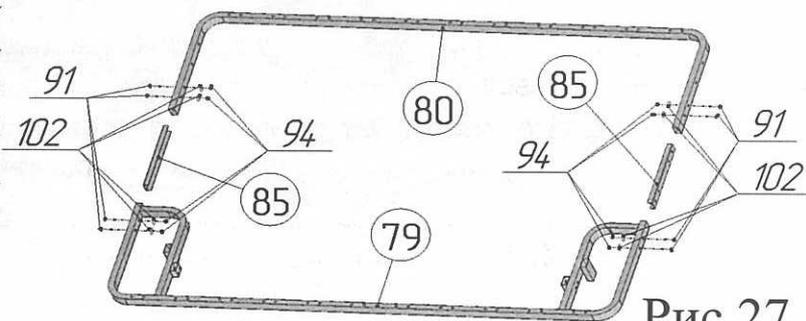

Рис.27
27. Соединить раму дивана переднюю поз.79 с рамой дивана задней поз.80 с помощью соединителей поз.85, винтов М6х30 поз. 91, шайб  $\varnothing 6 \times 18$  стальных поз.102 и гаек М6 со стопорным кольцом поз. 94 (рис.27).